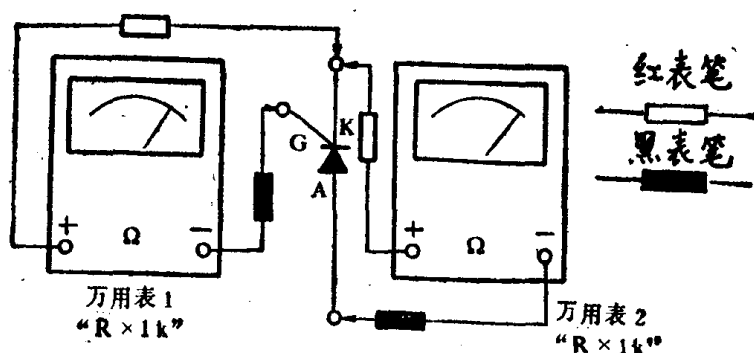

图1-4 单向可控硅测试电路
(1) 首先测量可控硅控制极G和阴极K之间正反向电阻, 测量结果应当和普通硅二极管相同, 其中G相当于二极管的正极, K相当于二极管的负数。
(2) 可控硅的导通情况, 可用图1-4所示的电路测量。